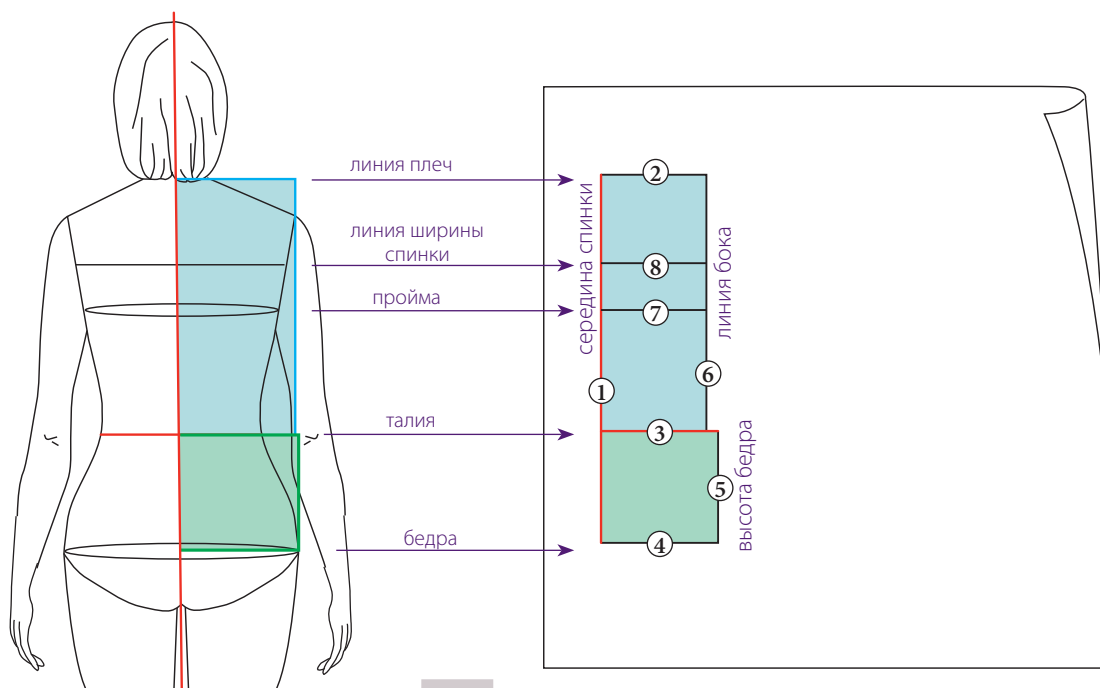

Рис. 1
- ① Первая линия чертежа — это средняя линия спинки. Проведите ее красным цветом примерно в 5 см от края листа. Ее длина должна быть от 60 до 70 см. Эта длина соответствует сумме двух мерок — длины спинки (рис. 1, с. 18) и высоты бедер (рис. 7, с. 23). Точная длина линии будет определена позднее.
- ② Затем черным цветом проведите горизонтальную линию в 7–10 см от верхнего края листа: это линия плеча.
- ③ Начиная от линии плеча отложите мерку длины спинки и проведите перпендикулярную линию, проходящую через полученную точку: это линия талии. Это вторая основная линия, поэтому ее нужно начертить красным цветом.
- ④ От линии талии отложите мерку высоты бедер, а затем проведите новый перпендикуляр к средней линии спинки: это будет линия бедер (она черная, как и все линии от 5 до 8 конструкции спинки).